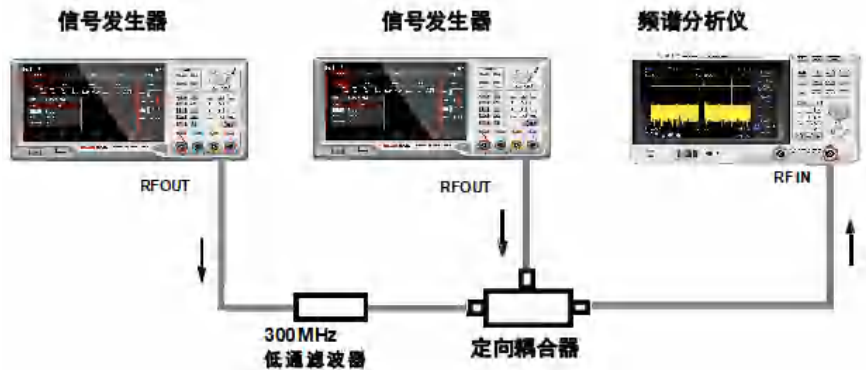

图 3-18: 三阶交调信号仪器设置
- 按图 3-18 所示连接仪器，连个信号发生器分别通过低通滤波器连接定向耦合器的输入端，耦合器的输出即为一个互调失真很低的双音信号源，尽管此连接下的失真性能上要比频谱分析仪的好，但用于测量信号源/频谱分析仪组合的 TOI 仍然有用，当校验完信号源/频谱分析仪组合的 TOI 性能后，待测仪器（DUT）（如放大器）将被插入到定向耦合器的输出和频谱分析仪的输入之间。